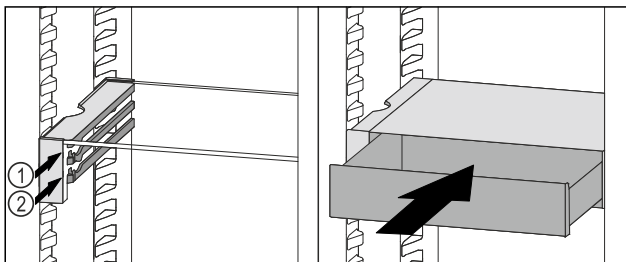

Fig. 96
- Posizionare il cassetto VarioSafe dietro i tappi sulla nervatura desiderata Fig. 96 (1) o Fig. 96 (2).